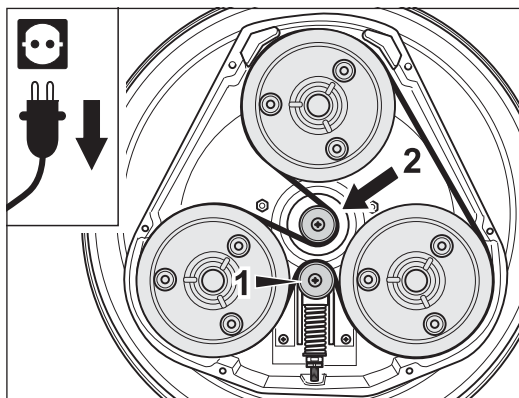

Fig. 41 Si el tensor de la correa dentada se halla abajo, coloque el lazo de la correa tiene que colocarse por la izquierda alrededor del piñón motriz.
**Ponga atención en que se coloque correctamente la correa dentada, de lo contrario puede dañarse la máquina.** Si el tensor de la correa dentada se halla **abajo**, el lazo de la correa tiene que colocarse por la **izquierda** alrededor del piñón motriz (Fig. 41).